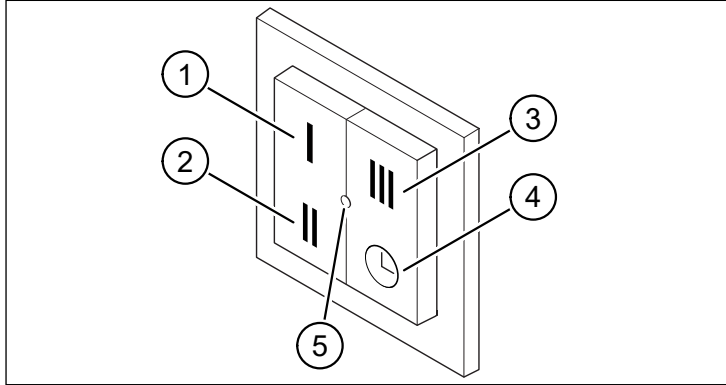

Abb. 1: 4-fach Funktaster
Mit den Bedientasten (Pos. 1 bis Pos. 4 in Abb. 1) lassen sich vier unterschiedliche Lüftungsstufen/-programme aktivieren. Die LED (Pos. 5 in Abb. 1) signalisiert Betriebszustände von Funktaster und Lüftungsgerät.
- Drücken Sie am Funktaster gleichzeitig die Tasten I und III bzw. II und , bis das Lüftungsgerät 2 Mal piept und die Status-LED (Pos. 5 in Abb. 1) am Funktaster 2 Mal grün blinkt.
- Wählen Sie am Funktaster mit den Tasten I, II, III oder die/das gewünschte Lüftungsstufe/-programm (siehe Abb. 1).
Die Status-LED (Pos. 5 in Abb. 1) kann nach einem Tastendruck folgende Rückmeldungen absetzen: